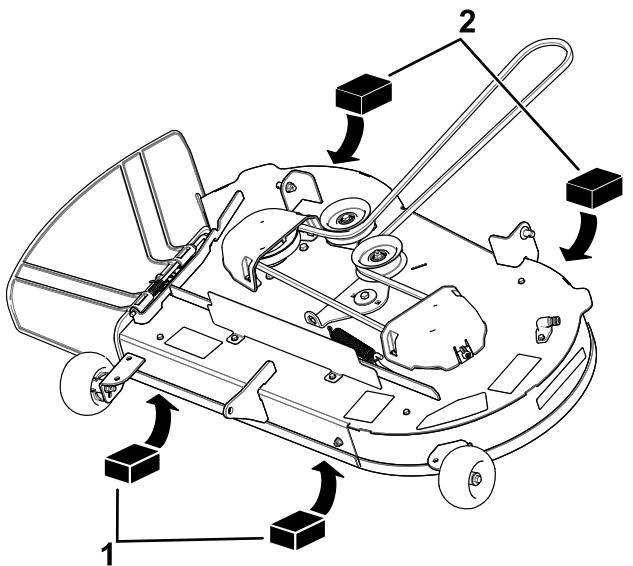
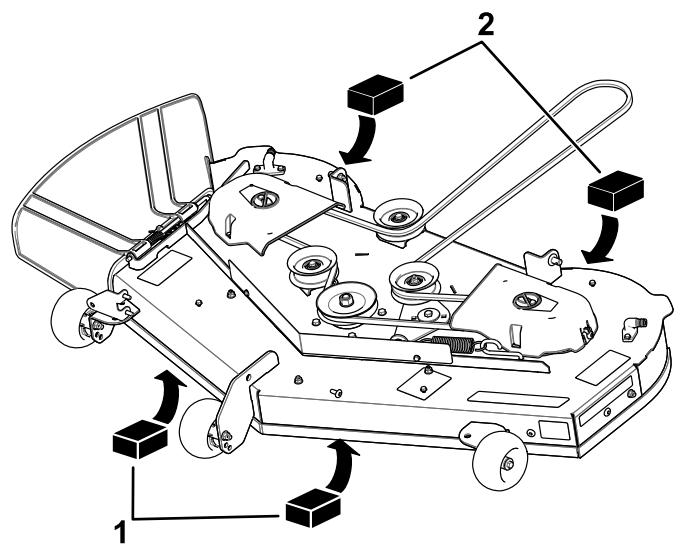

Figura 68
Figura 69
4. Posizionate 2 blocchi ciascuno con uno spessore di 6,6 cm sotto ciascun lato del bordo anteriore del piatto di taglio, ma non sotto le staffe del rullo antistrappo (Figura 68 o Figura 69).
5. Posizionate 2 blocchi ciascuno con uno spessore di 7,3 cm sotto il bordo posteriore della falda del piatto di taglio; 1 su ciascun lato del piatto di taglio (Figura 68 o Figura 69).